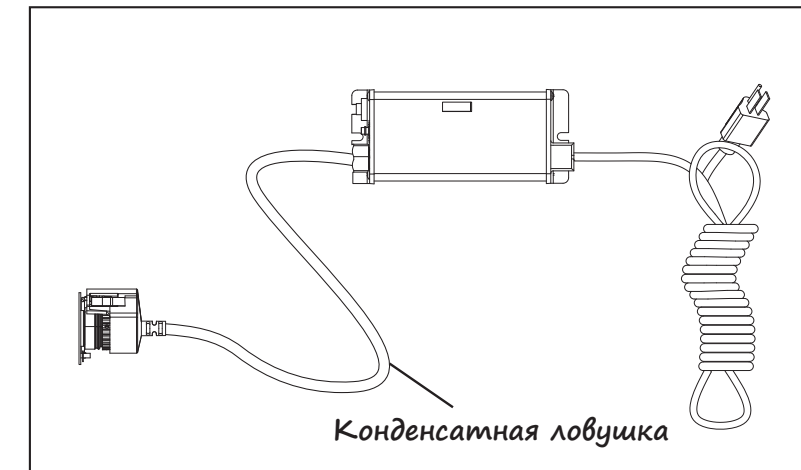

Рисунок 6 Конденсатная ловушка
- Контроллер следует установить над камерой или рядом с ней. Всегда устанавливайте контроллер в горизонтальном положении для предотвращения стекания влаги по шнурам, что может привести к угрозе возгорания. Настоятельно рекомендуется установить конденсатные ловушки на все шнуры, присоединенные к контроллеру. См. Рисунок 6.
- Установите контроллер VIQUA ICE в горизонтальном положении на стену рядом с камерой. В идеальном случае контроллер располагают над камерой и в стороне от подключения к водопроводу во избежание потенциального попадания воды на контроллер за счет протечки по месту подключения или образования конденсата в системе. Убедитесь, что вы сделали на лампе, датчике и шнуре питания запас для конденсатной ловушки, как показано на Рисунок 6, чтобы избежать попадания воды в контроллер.